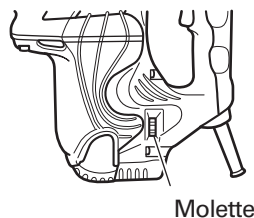

Fig. 4
8. Réglage du nombre de rotations et de percussion (Fig. 4)